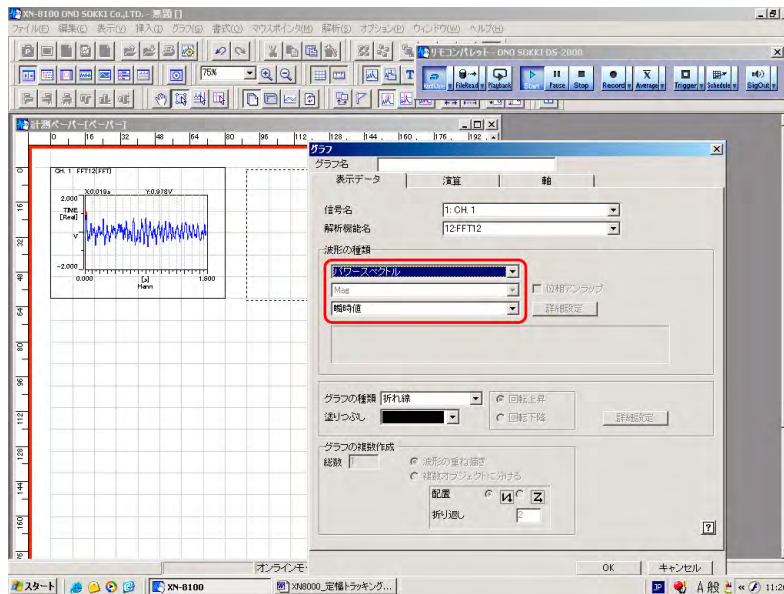

図 10
- ⑧ 同様の操作でパワースペクトルの瞬時値をグラフに表示します（図 10）。X 軸が次数になっていることに注目ください。